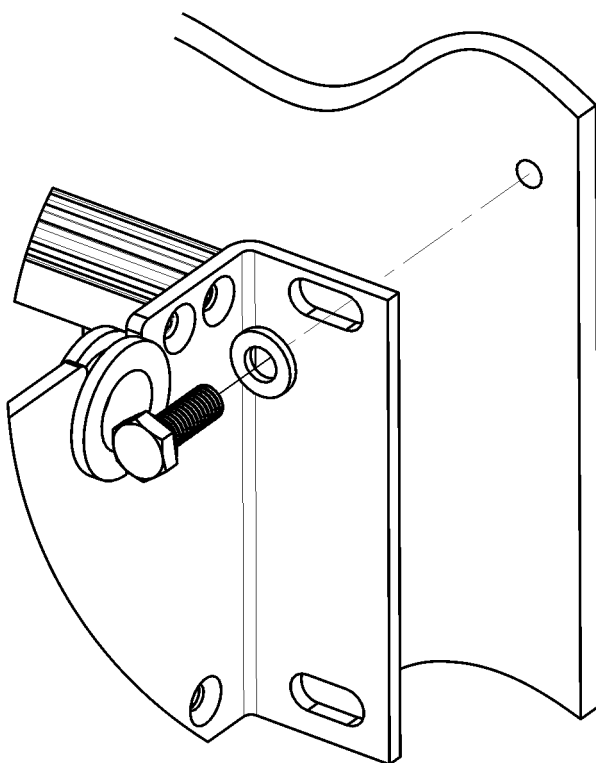

Fig. 11: Fijación del ventilador del sistema
3. Para la fijación use arandelas y tornillos de montaje del tamaño M6. Véase Fig. 11.